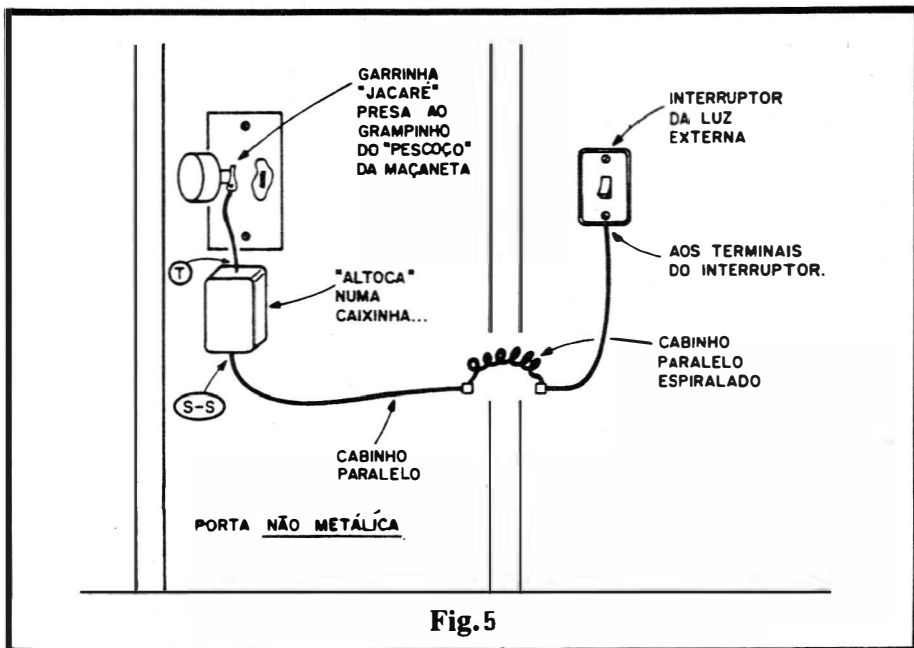

Fig.5
- FIG. 5 - INSTALAÇÃO BÁSICA - Com o que mostramos e exemplificamos até agora, já deve ter dado para o Leitor/Hobbysta perceber que embora o ALTOCA tenha sido basicamente qualificado como "ALARME DE MAÇANETA", é certo que muitas outras aplicações práticas são possíveis... Entretanto, mesmo a nível de configurar claramente a instalação do dispositivo, nada como mostrar sua aplicação na "função do nome"... É o que faz o diagrama da fig. 5: com o circuito embutido numa pequena caixa plástica, esta poderá ser fixada à parte interna da folha da porta, usando-se para isso um pedaço de fita adesiva dupla face (o circuito/caixa forma um conjunto pequeno e leve, que a fita adesiva "aguentará" bem...). O lugar ideal será logo abaixo (ou ao lado) da fechadura da dita porta... Através de um pedaço curto de fio isolado e flexível (com uma garrinha "jacaré" na ponta livre), o ponto "T" da placa deve ser conectado eletricamente ao eixo metálico da maçaneta... Normalmente, nesse eixo, existe um grampinho, travador do conjunto, que se prestará bem para a fixação e contato através da "jacarezinha"... Num exemplo prático e aplicativo bastante lógico, os pontos de Sáfda "S-S" deverão então ser ligados, através de um cabo paralelo isolado, flexível, aos terminais do interruptor da parede, que normal-
- FIG. 6 - ACIONANDO UMA CAMPAINHA - No diagrama da fig. 5, se o Leitor/Hobbysta quiser, poderá também paralelar a campainha normal da casa, com o que esta soará juntamente com o acendimento da lâmpada controlada... Entretanto, a ALTOCA poderá ser usada **exclusivamente** como campainha residencial por toque, usando-se a instalação mostrada na fig. 6... Para tanto, remove-se o conjunto do "botão" original da campainha, instalando-se no local o circuito, dentro da mesma caixa padronizada (atenção às isolações...). O "espelho" frontal original deve ser substituído por um do tipo "cego", em cujo centro deve ser fixada uma plaqueta metálica, esta ligada internamente (por um pedaço curto de fio...) ao ponto "T" do Impresso (rever fig. 4). Notar que toda a parte já existente da fiação/instalação deverá permanecer exatamente como está, não sendo necessária nenhuma modificação, o que facilita bastante a aplicação da ALTOCA nessa função...! Só um lembrete (já falamos sobre isso...): se o conjunto do "botão" da campainha estiver instalado "ao tempo", numa parede ou muro externo sem nenhuma proteção, convém dotar o local de um pequeno "telhadinho" capaz de protegê-lo contra a chuva, evitando assim disparos "falsos" do sistema... Já "botões" de campainha internamente instalados (como os de apartamentos, por exemplo...), naturalmente protegidos contra a chuva, não precisarão desses cuidados especiais...